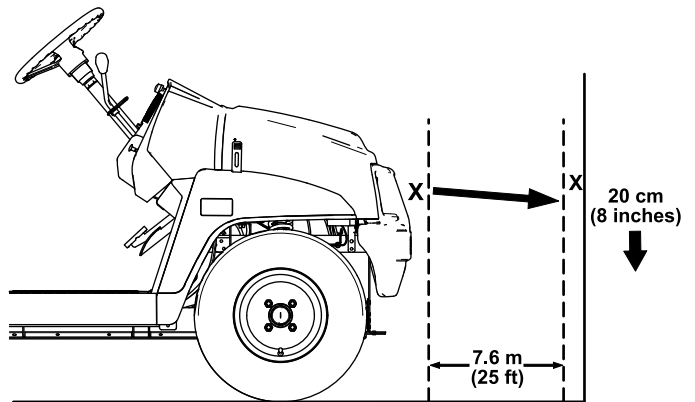

図 52
- 平らな場所で、ヘッドライトを壁に向け、ライトと壁の距離が 7.6 m 程度になるように駐車する 図 52。
ヘッドライトのビームの最も明るい部分が、壁に付けた印の約 20 cm 下を照らしていればよい 図 52。